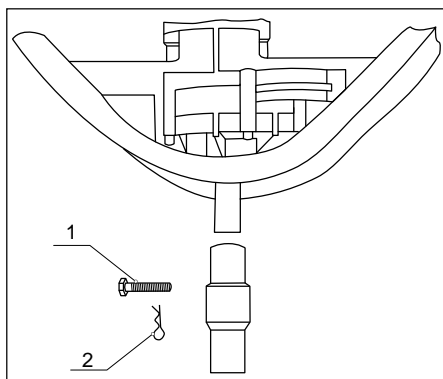

Рис. 2
4. Закрепите шнек на валу отбора мощности с помощью пальца (1) и шплинта (2) (рис. 2).